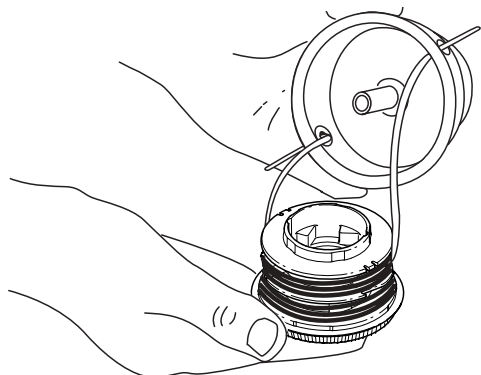

Fig. 19
- Insérez les extrémités du fil du moulinet intérieur neuf dans les œillets de la bobine extérieure (Fig. 19). Enfoncez le moulinet intérieur neuf, flèche vers le haut, dans la bobine extérieure.
- Retirez de la bobine extérieure le moulinet intérieur avec son fil (Fig. 19).